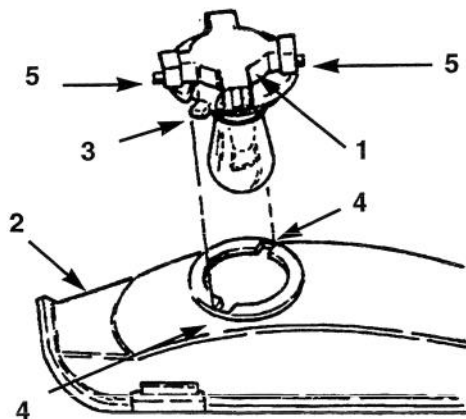

Figure 33
3. Tourner le porte-ampoule d $\frac{1}{4}$ de tour dans le sens horaire et le déposer du réflecteur (Fig. 33).
2. Le porte-ampoule est muni de deux languettes (Fig. 33). Aligner les deux languettes avec les encoches du réflecteur, installer le porte-ampoule dans le réflecteur et lui donner $\frac{1}{4}$ de tour dans le sens horaire jusqu'à ce qu'il s'arrête.